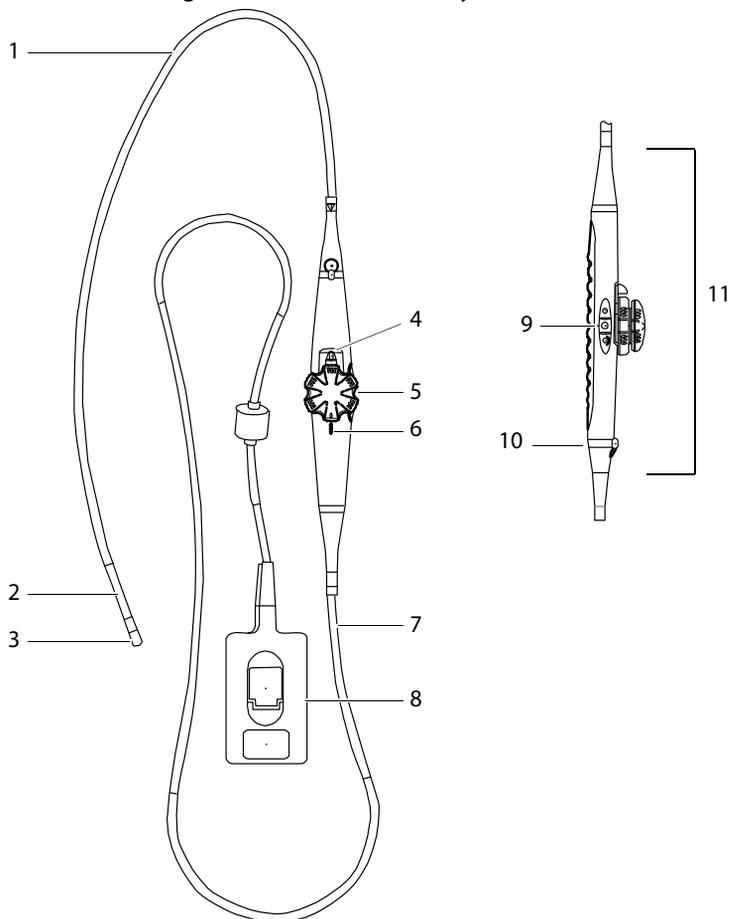

Figura 2 Transductor TEEEx:
El transductor TEEEx consta de una unidad de transductor ecográfico de array en fase direccionado electrónicamente, montado en una punta sellada en el extremo de un endoscopio convencional. Se conecta al sistema de ecografía mediante un cable y un conector. Consulte Figura 2.
- 1 Flexione la punta en las cuatro direcciones y confirme que el ángulo se encuentre dentro de los intervalos especificados en la Figura 2 en la página 8 (con respecto al eje del endoscopio).